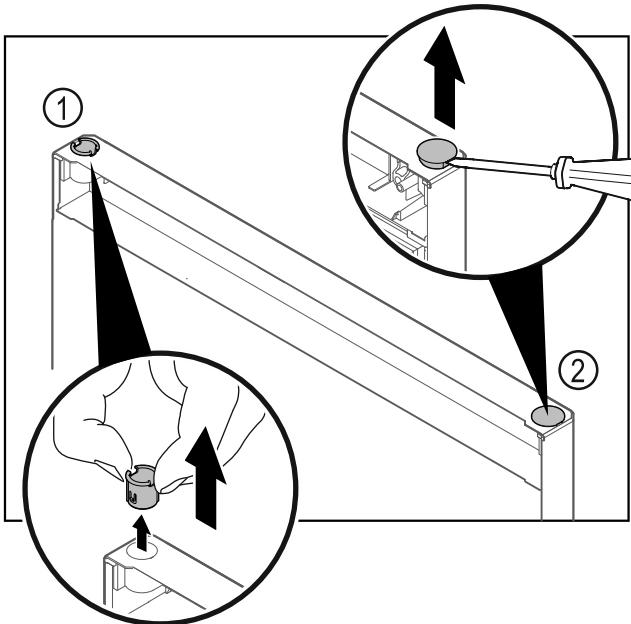

Fig. 31
- Витягніть шарнірну втулку Fig. 31 (1) пальцями.
- За допомогою шліцевої викрутки обережно підніміть заглушку Fig. 31 (2) та витягніть її.